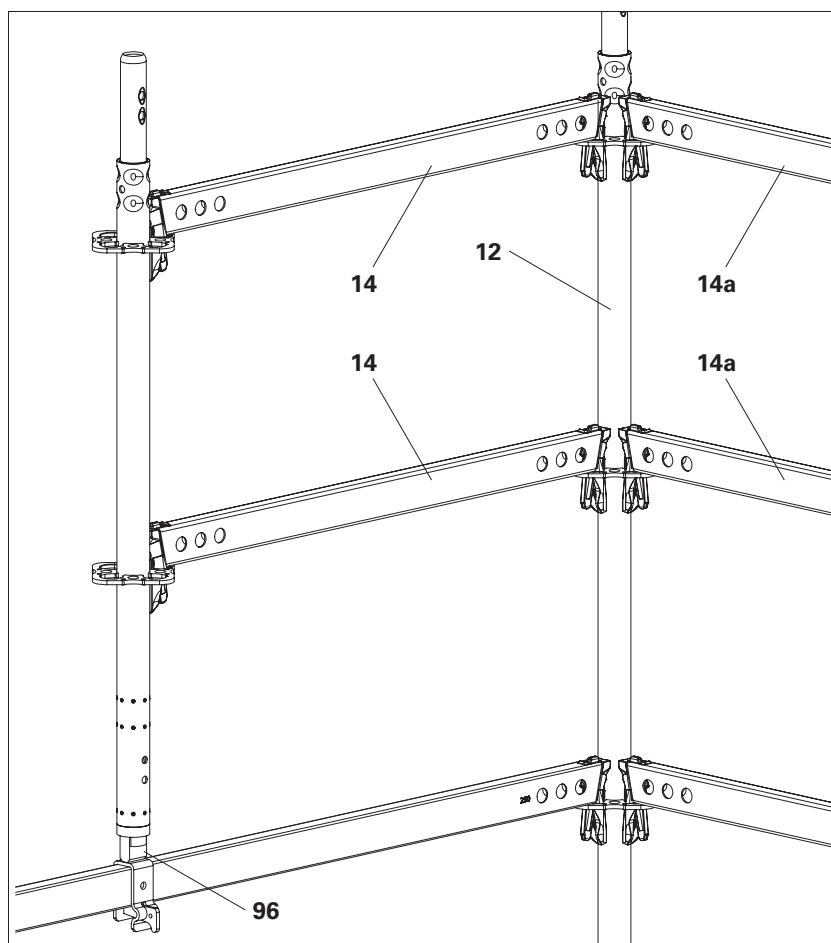

Fig. A11.09
- L'utilizzo come sede per un montante parapetto autoportante è possibile solo se il montante parapetto autoportante è collegato a un montante verticale rigido alla torsione (12) con 2 correnti orizzontali $\leq 2,25$ m (14). Il montante verticale (12) deve essere sostenuto da altri correnti orizzontali (14a) che si estendono con un angolo di 90° . (Fig. A11.09)